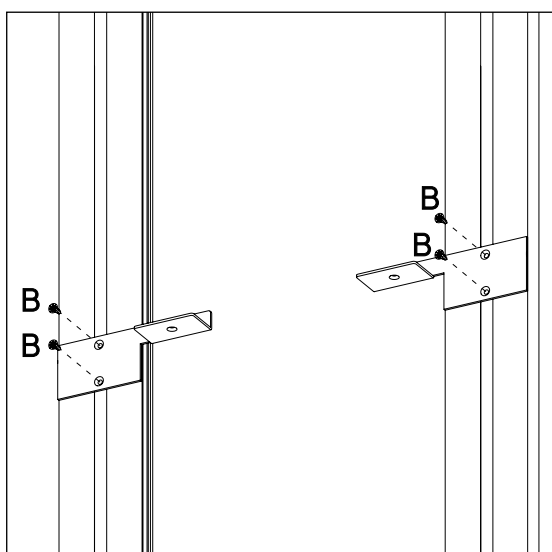
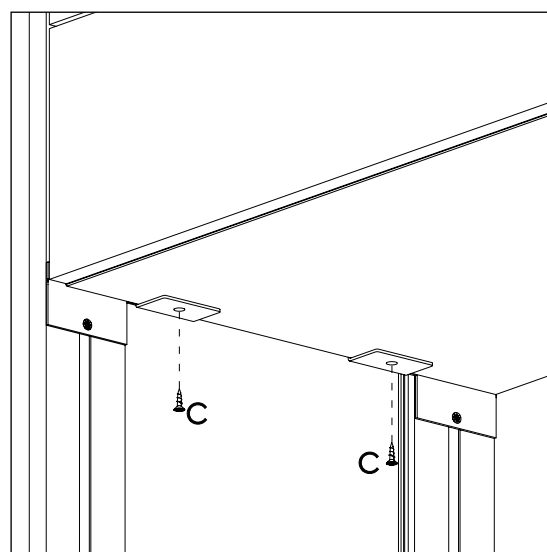

РИС. 7
РИС. 8
Закрепите полкодержатели SPC-04/SPC-05 через монтажные планки SPC-03 при помощи саморезов (B) 3x13 в основные профили SPC-08 Рис. 7. Установите секцию на полкодержатели SPC-04/SPC-05 и закрепите её при помощи саморезов (C) 3x16 Рис. 8.